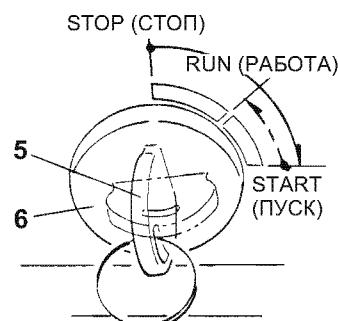

Рис. 68
- Вставьте ключ (Рис. 68, (5)) в замок зажигания (Рис. 68, (6)) и поверните его в положение START (ПУСК).
- Поверните ключ в положение STOP (СТОП) и выньте ключ зажигания (Рис. 68, (5)).